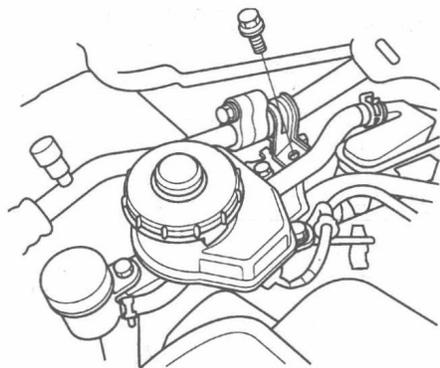

图 1-1-3
- (8) 拆下曲轴带轮。
- (9) 拆下传动带自动张紧器。
- (10) 拆下空调管路托架安装螺栓,如图1-1-3所示。